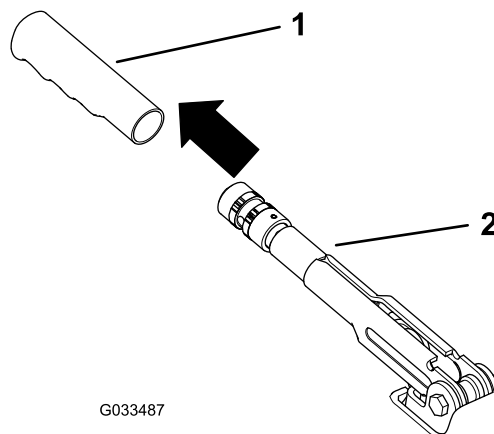

图56
1. 从手刹操纵杆上卸下橡胶握把（图56）。
5. 将橡胶握把装回手刹操纵杆（图56）。